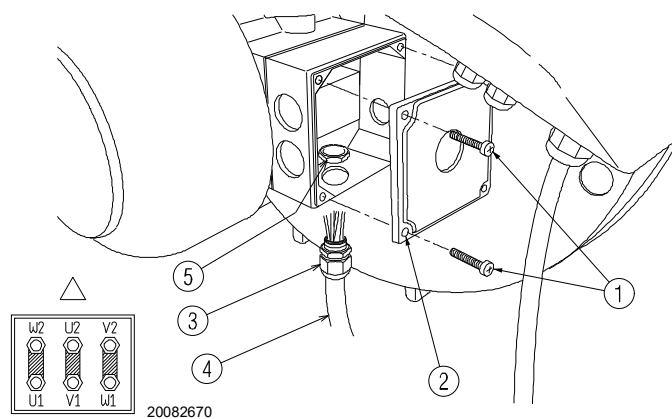

Fig. 23
- per accedere alla scatola del motore, svitare le quattro viti 1)(Fig. 23) e togliere il coperchio 2);
- installare il cavo 4) con relativo raccordo alla scatola motore, fissandolo accuratamente con la ghiera 5)(Fig. 23);
- eseguire controllo visivo finale e chiudere la scatola del motore avvitando le 4 viti 1)(Fig. 23).